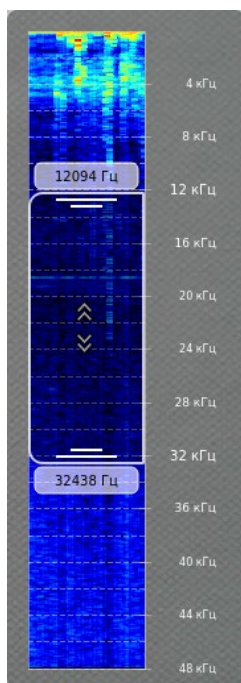

Рисунок A.63
1. Спектрограмма (рисунок A.63).